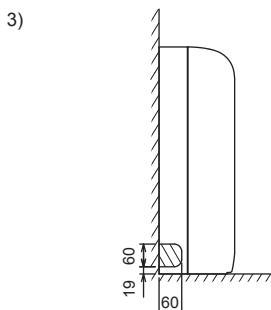

Fig. 3-9
3) Tubería izquierda (Fig. 3-9)